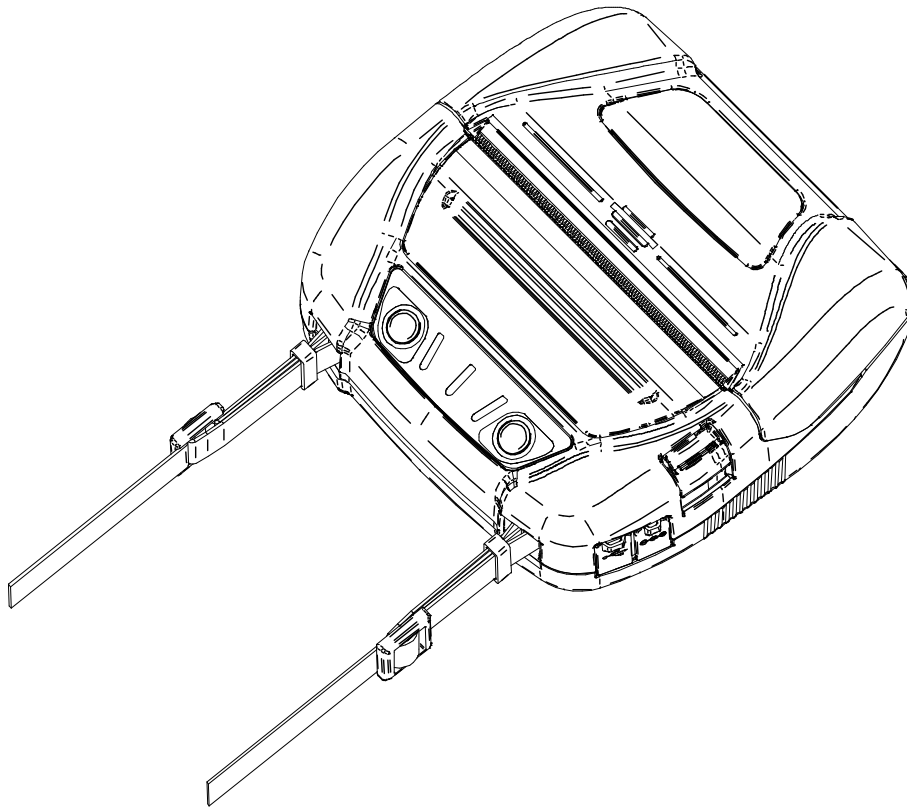

Abbildung 14-8 Anbringung des Schulterriemens (5)
- (5) Bringen Sie wie in Abbildung 14-8 gezeigt die andere Seite des Schulterriemens mit der gleichen Vorgehensweise (1) bis (4) an.